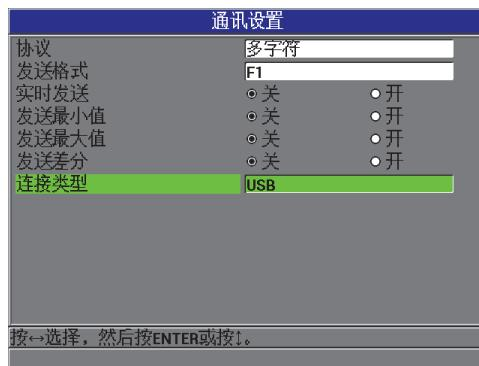

图 8-1 通讯设置屏幕 — USB
5. 在通讯设置屏幕上，将连接类型设置为 USB（参见第 126 页的图 8-1）。